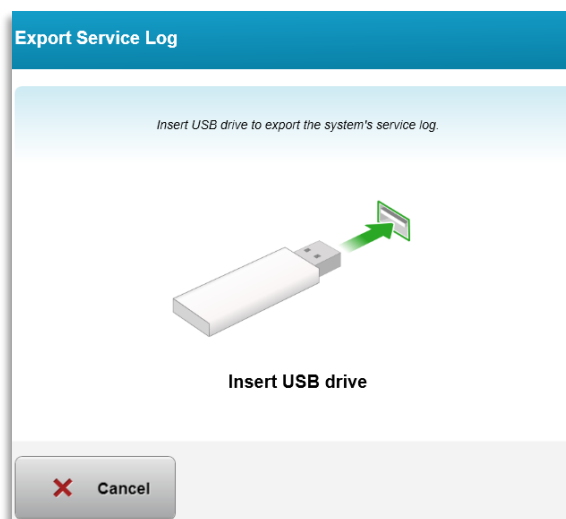

Bild 3-57. Export av servicelogg till USB
- o Följ anvisningarna på skärmen för att sätta in ett USB-minne i USB-porten, som visas på bild 3-57.